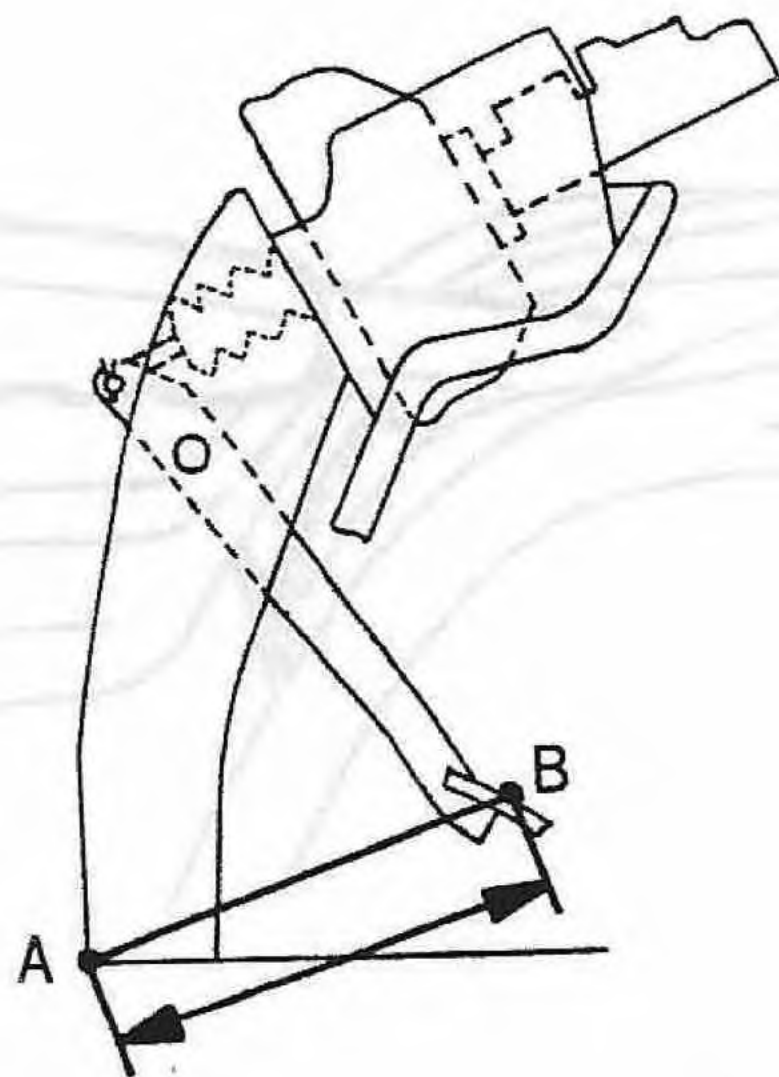

Fig. 1
- (1)エンジン停止状態で、AB間(Fig.1より)の寸法を測定する。